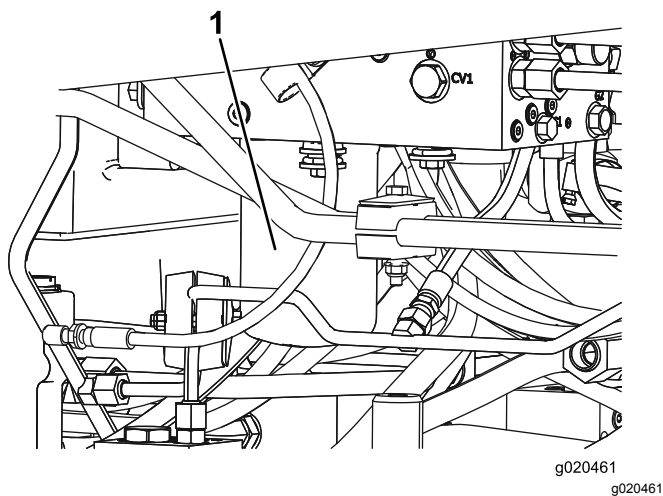

Figure 101
5. Procédez de même pour l'autre filtre (Figure 101).